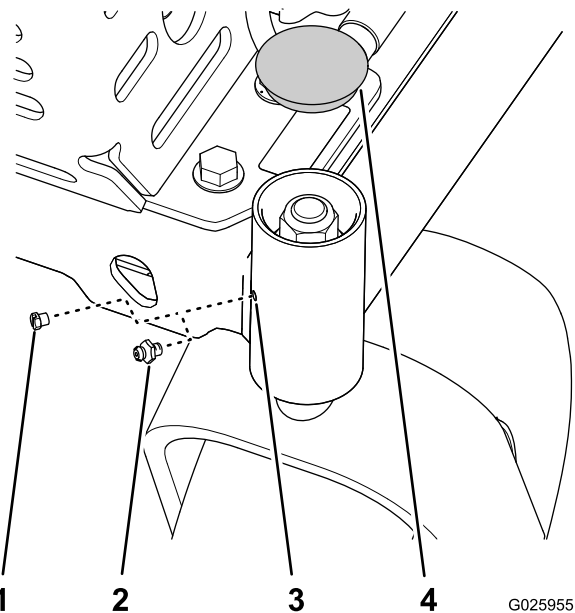

Figure 26
1. Déposez le capuchon et le bouchon hexagonal au sommet du pivot de la roue pivotante (Figure 26).
2. Vissez le graisseur dans le trou (Figure 26).
3. Injectez de la graisse dans le graisseur jusqu'à ce qu'elle ressorte autour du roulement supérieur (Figure 26).
4. Déposez le graisseur et reposez le bouchon que vous avez retiré à l'opération 1 (Figure 26).
5. Reposez le capuchon que vous avez déposé à l'opération 1 (Figure 26).